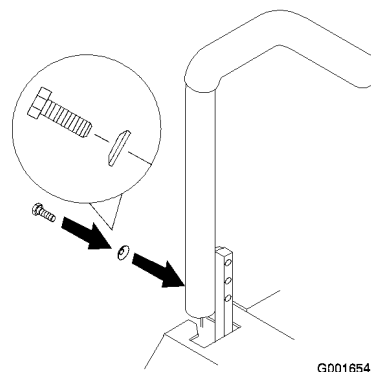

Figura 46
3. Instale los pernos y las arandelas curvas de las palancas (Figura 46).